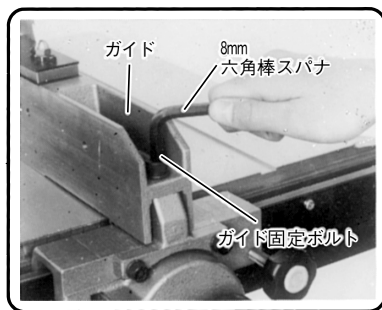

図 17
③ 平行調整後は、付属の8mm六角棒スパナでガイドを固定してください。(図17)
④ セットゲージをもとの位置に戻します。